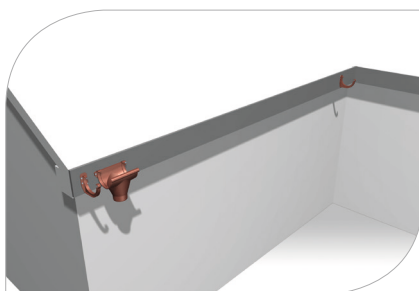

рис. 8
- 3.2 Определите позицию и смонтируйте по 1 кронштейну с каждой стороны стока – эти кронштейны расположены дальше и выше всего по сравнению с уровнем воронки (**рис. 8**)